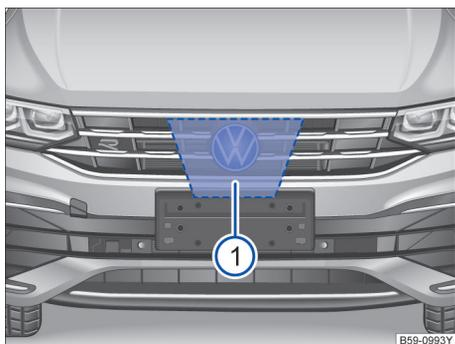

图 123 VW 标志后方的散热器格栅内：雷达传感器
VW 标志后方的散热器格栅内安装了一颗雷达传感器 → 图 123 ①，用于监测交通状况，可探测距本车约 100m 范围内的前方车辆行驶状况。